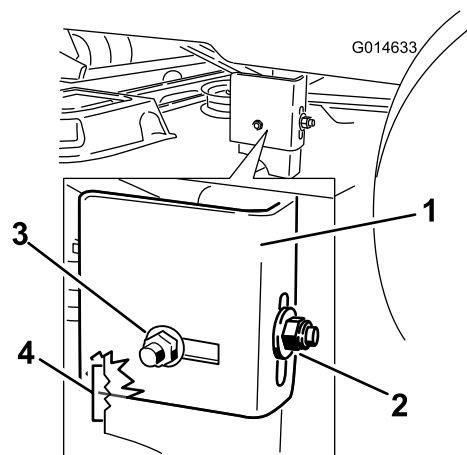

Figura 52
8. Afloje la tuerca de bloqueo trasera de la pletina de suspensión justo lo suficiente para poder retirar la pletina (Figura 52).
10. Cuando la carcasa esté en la posición deseada, apriete la tuerca de bloqueo lateral de la pletina de suspensión para fijar la posición nueva (Figura 52). Apriete la tuerca de bloqueo lateral de la pletina de suspensión.